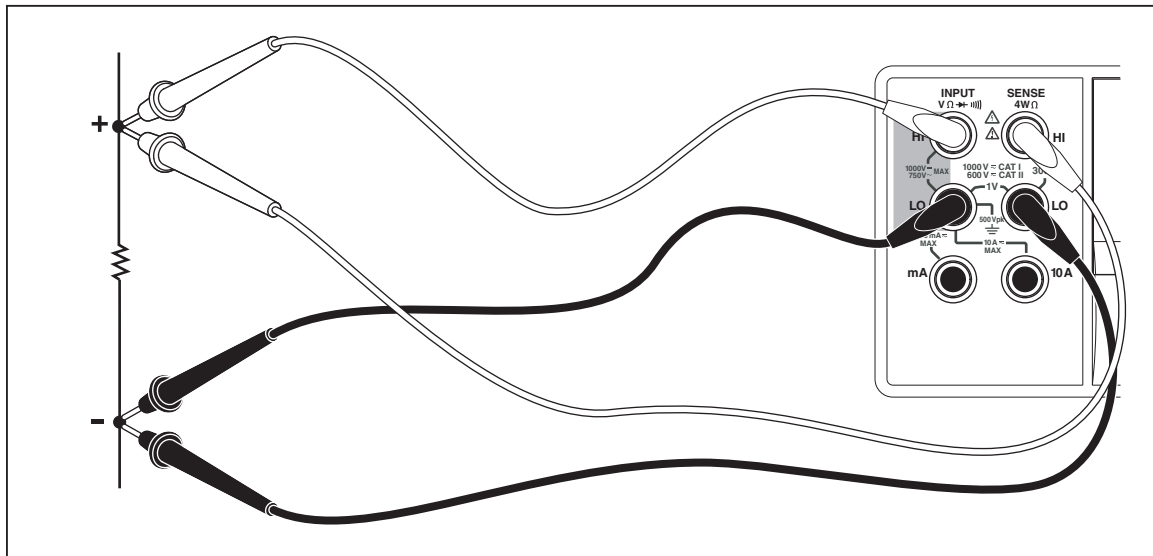

Figure 3-6. Mesure de résistance à quatre fils
1. Branchez les cordons de mesure entre le multimètre et le circuit à mesurer tel qu'indiqué à la figure 3-6.